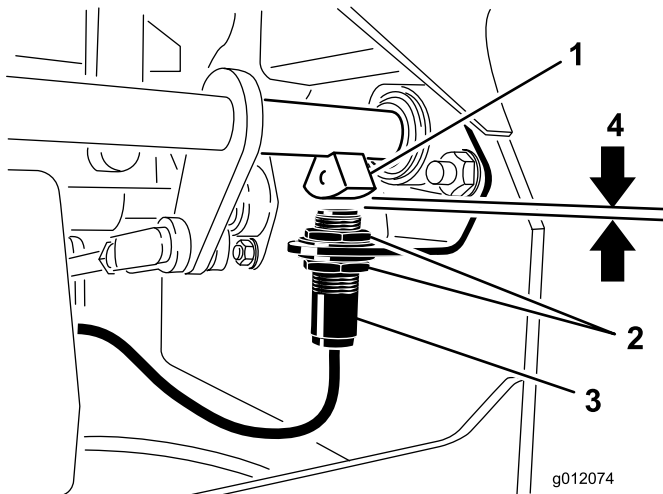

図 51
4. ブレーキシャフト・センサーとインタロックスイッチのプランジャとの距離が 3.9 mm になるように、スイッチの位置を上下させて調整する(図 51)。